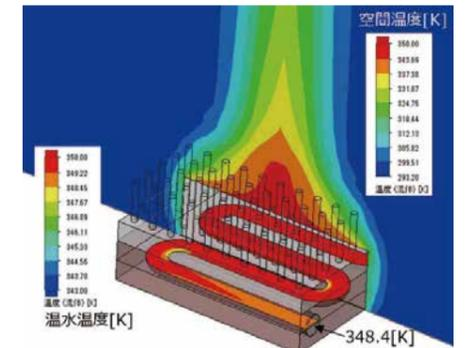
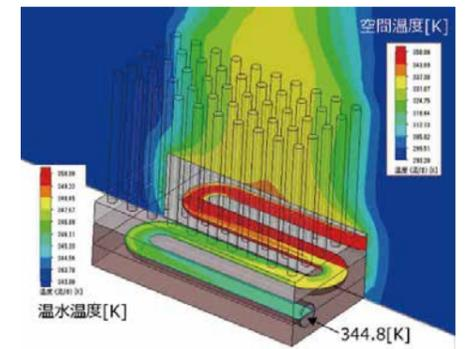
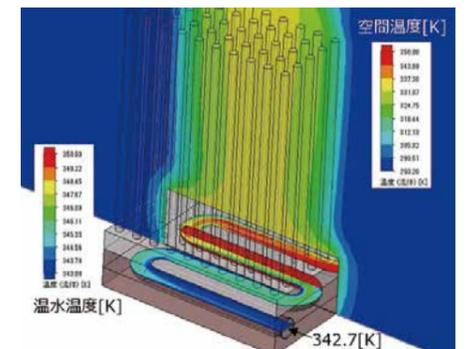

図2 寸法最適化
図3 寸法最適化
図4 寸法最適化
ヒートシンクからの放熱状態と流出口の温水の温度についてシミュレーションを行いました。図2は設計変数 $x_1=1.5$ (mm)、 $x_2=10$ (mm)の初期モデルの計算結果で、流出口の温度 $T(x)=348.4$ (K)となりました。図3は設計変数 $x_1=2.0$ (mm)、 $x_2=30$ (mm)の時の結果で、流出口の温度 $T(x)=344.8$ (K)となり、いずれの結果も制約条件を満足していません。図4は設計変数 $x_1=2.0$ (mm)、 $x_2=60$ (mm)の時の結果で、流出口の温度 $T(x)=342.7$ (K)となり、制約条件の343(K)未満を満足する結果が得られています。
設計変数 $x_1$ 、 $x_2$ が大きくなるにしたがって、制約条件を満足する結果に近づきますが、目的関数であるヒートシンクの重量は増加します。そのため制約条件を満足した時点でヒートシンク重量が最小値をとることから、図4に示す形状が最適解となることがわかります。